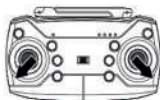

рис. 3
3. Одновременно разведите ручки управления как показано ниже (рис.3)